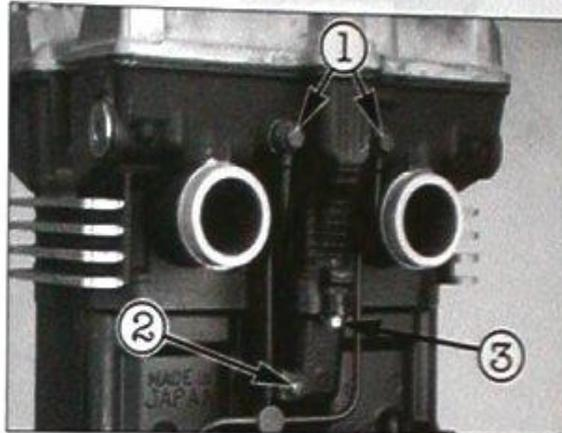
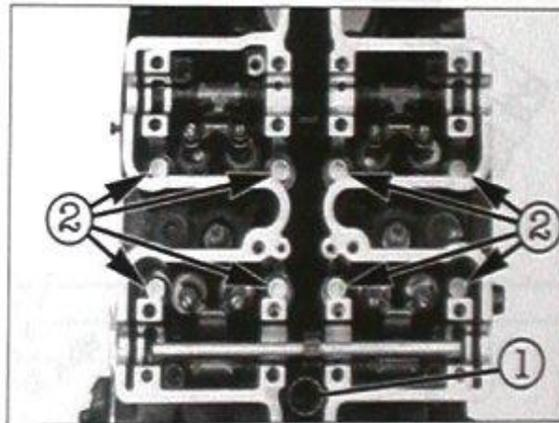

Bild 162
Bild 163
- Hohlschrauben ① Bild 162 und Befestigungsschrauben ② der Hauptölleitung ausdrehen.
- Hintere 6 mm-Zylinderkopfschraube ③ ausdrehen.
- Vordere 6 mm-Zylinderkopfschraube ausdrehen, dann acht 10 mm-Zylinderkopfschrauben (Bild 163) entgegen der in Bild 174 angegebenen Reihenfolge schrittweise jeweils um $\frac{1}{4}$ Umdrehung lockern, dann ganz ausdrehen. Unterlegscheiben abnehmen.